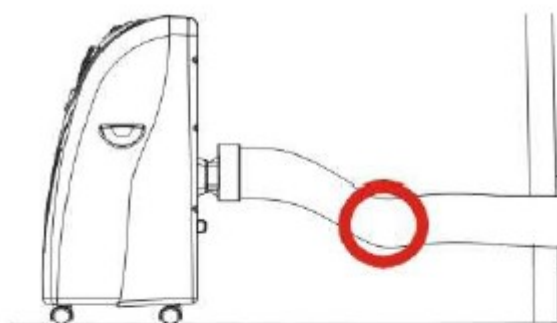

FIG. 8
- ◆ Evite la formación de dobleces en la manguera pues estos pueden causar una obstrucción en la salida de aire provocando así el sobrecalentamiento del aparato y la consiguiente parada en su funcionamiento. Las Fig. 8 y 9 demuestran la posición correcta de la manguera de expulsión.